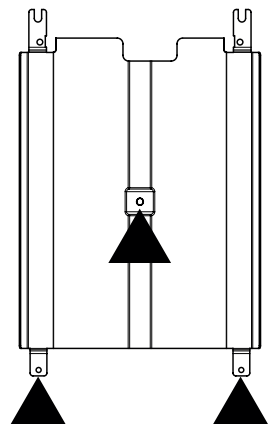

Figura 14b
2. El esparcidor de llama está sujeto con dos pestañas o soportes de hombro y asegurados con tres tornillos. Retire los tornillos, deslice el esparcidor de llama hacia atrás y levante el esparcidor fuera de la cavidad del horno (consulte la Figura 14b).